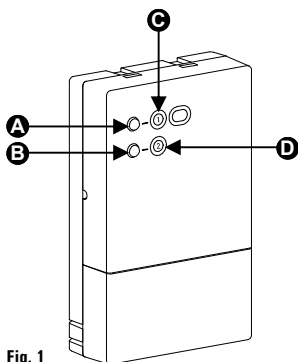

Fig. 1
LED (C) y (D) en Fig. 1)
BOTONES AUTOAPRENDIZAJE (A) y (B) en Fig. 1)